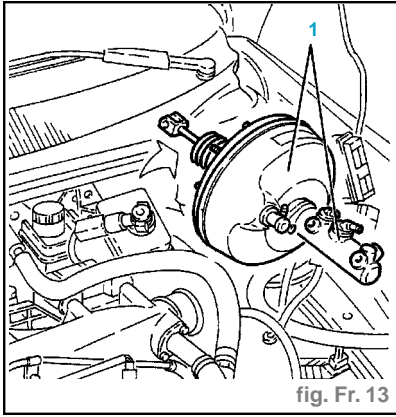

fig. Fr. 13
- Dévisser les écrous (3) du servofrein au support pédalier.
- Depuis le compartiment moteur, déposer l'ensemble (1) servofrein-maître-cylindre (fig. Fr. 13).